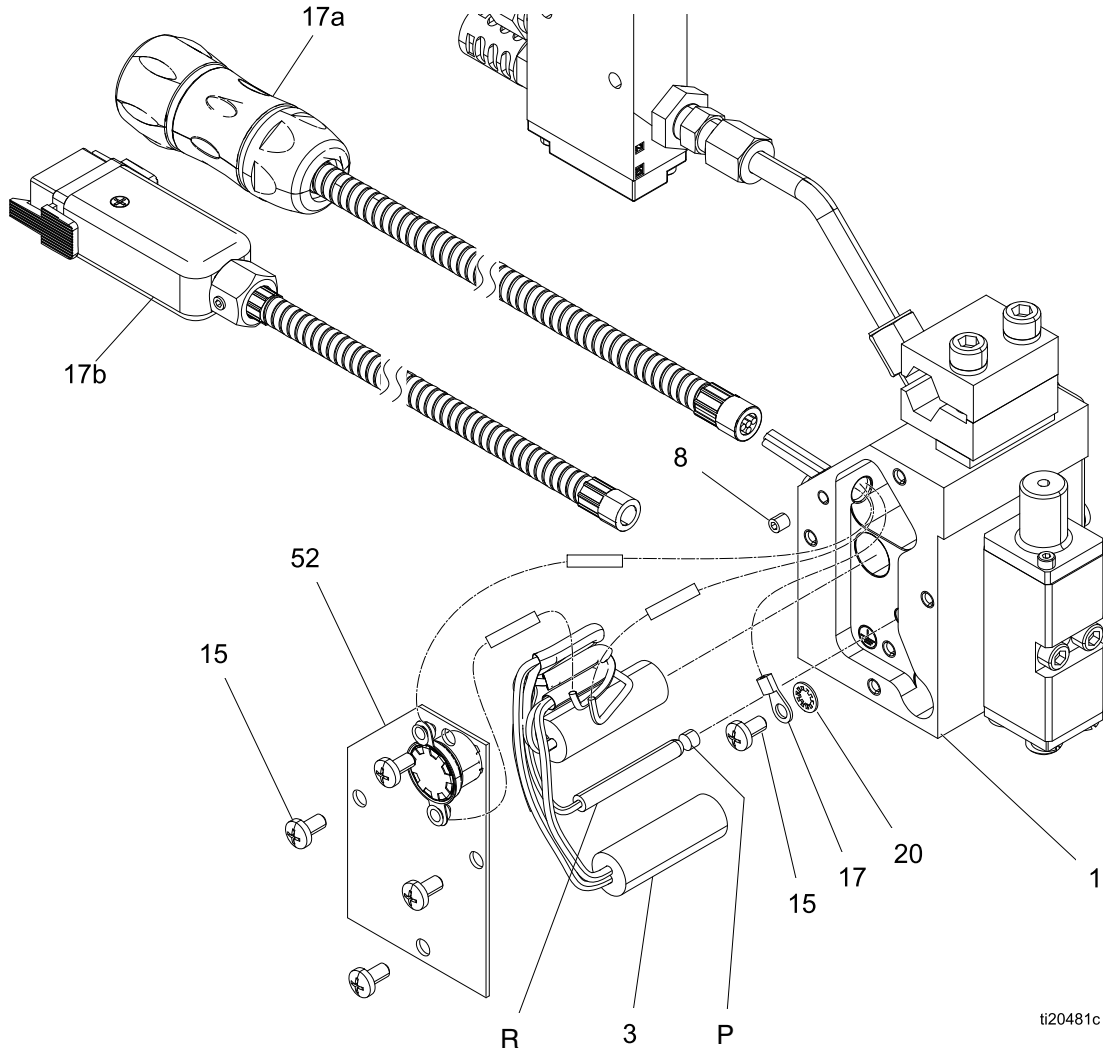

Figure 14 修理零部件
请参见图 14。
11. 将插头 (P)、RTD (R) 和熔断断路器 (52) 插入歧管口。参见 图14。